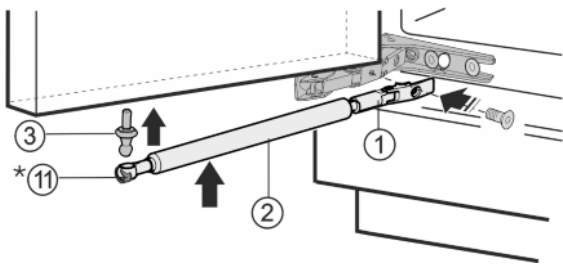

Fig. 6
- ▶ Завинтите шаровую головку Fig. 6 (3) в новое крепежное отверстие (с моментом 4 Нм) (Torx® 25).
- ▶ Снова сдвиньте натяжную пружину Fig. 6 (11) внутрь.*
- ▶ Закрутите держатель Fig. 6 (1) (с усилием 3 Нм).
- ▶ Вставьте амортизатор закрывания дверей Fig. 6 (2) в шаровую головку.